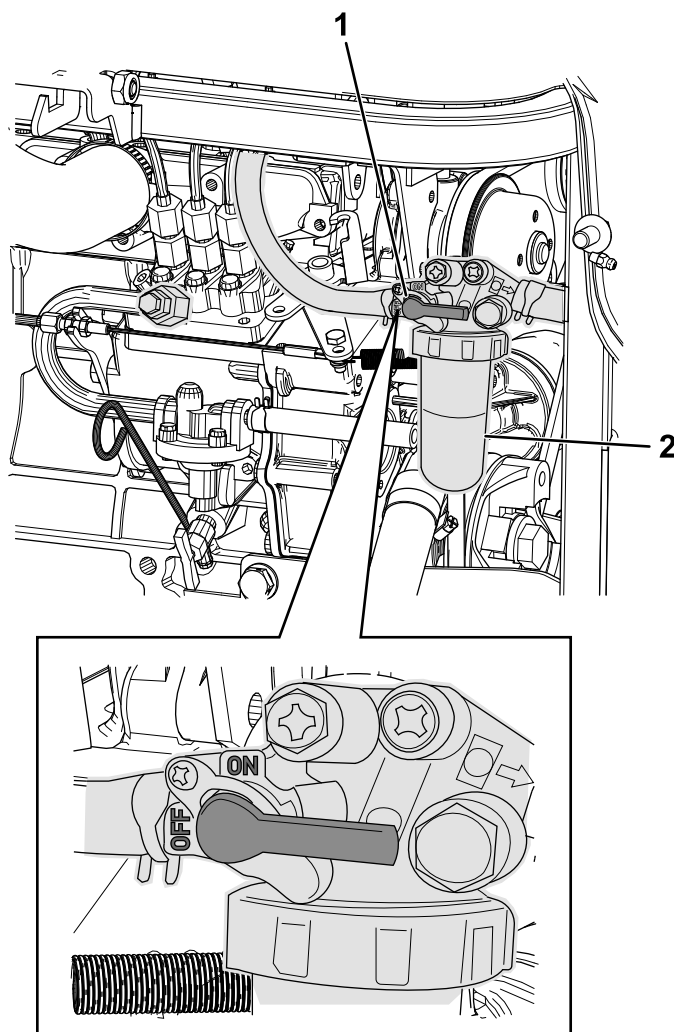

Figura 60
1. Pulite l'area attorno al filtro del carburante (Figura 60).
2. Ruotate la leva del filtro del carburante in posizione di DISATTIVAZIONE (Figura 60).
3. Togliete il filtro e pulite la superficie di montaggio del filtro (Figura 60).